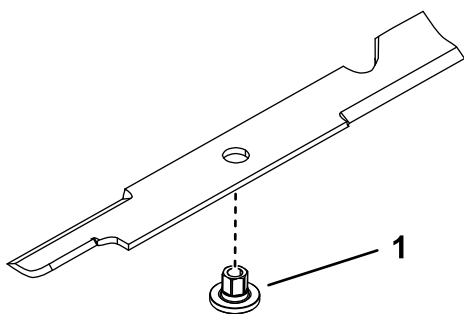

Figura 85
1. Montate la boccola attraverso la lama con la flangia della boccola sul lato inferiore (erba) della lama (Figura 85).